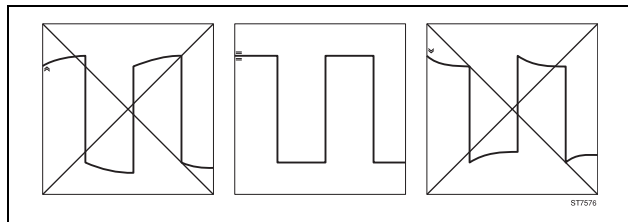

Abbildung 9-3 Tastkopf-Justierung
8. Stellen Sie die Abgleichschraube am Gehäuse des Tastkopfs für INPUT A so ein, daß innerhalb der gleichen Markierungen auf der Anzeige ein optimales Rechtecksignal angezeigt wird (siehe Abbildung 9-3).